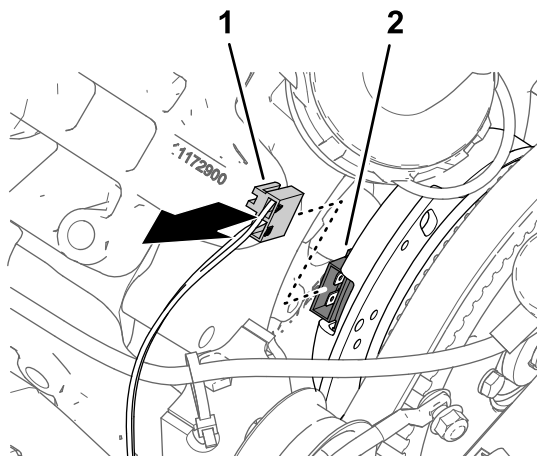

Рисунок 165
1. Отсоедините 2-гнездовой разъем жгута проводов машины (с маркировкой SPRAY PUMP COIL (ОБМОТКА НАСОСА ОПРЫСКИВАТЕЛЯ)) от 2-штыревого разъема генератора (Рисунок 165).